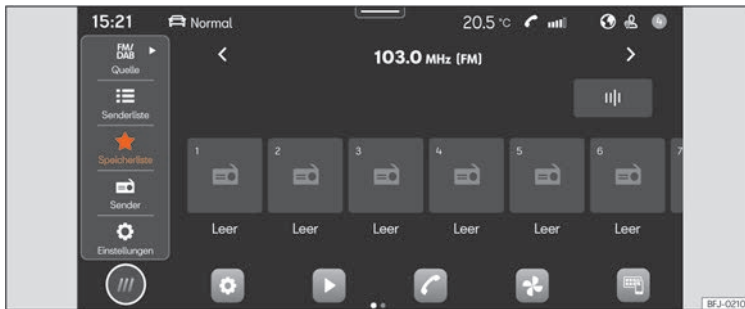

Abb. 137 Schematische Darstellung: Ansicht Radio.
- Drücken Sie **HOME** > >>> **[Abb. 137]**.